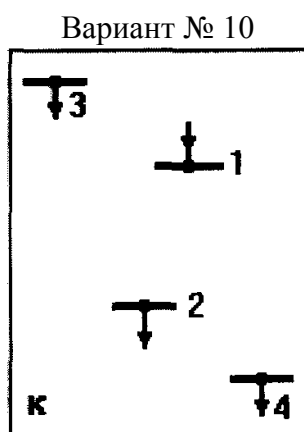

Рисунок 3.1 - Схема расположения узлов источников питания и нагрузок
3.1. Объект проектирования: электроэнергетическая система (рисунок 3.1). Вариант 10.
Расположение узлов источников питания электроэнергией и нагрузок потребителей показано на карте-схеме сети электроэнергетической системы (рисунок 3.1). Климатические условия электроэнергетической системы даны в таблице 3.1. Электроэнергетическая характеристика потребителей электроэнергии представлена в таблице 3.2.